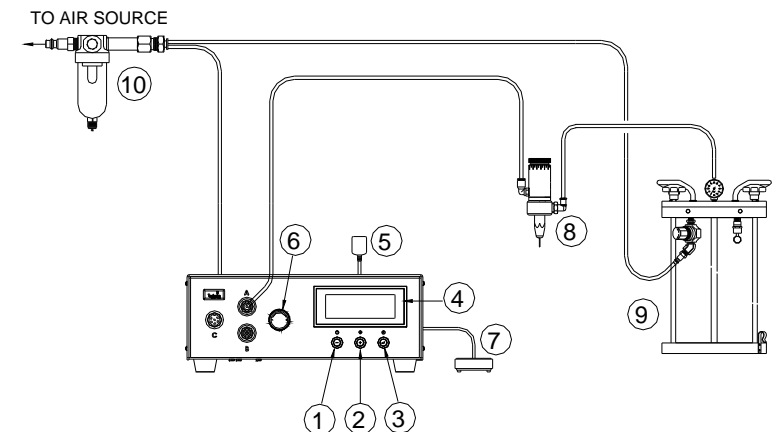

Figura 2.0
5.1.1 Allacciamento dell'unità (vedere la figura 2.0)